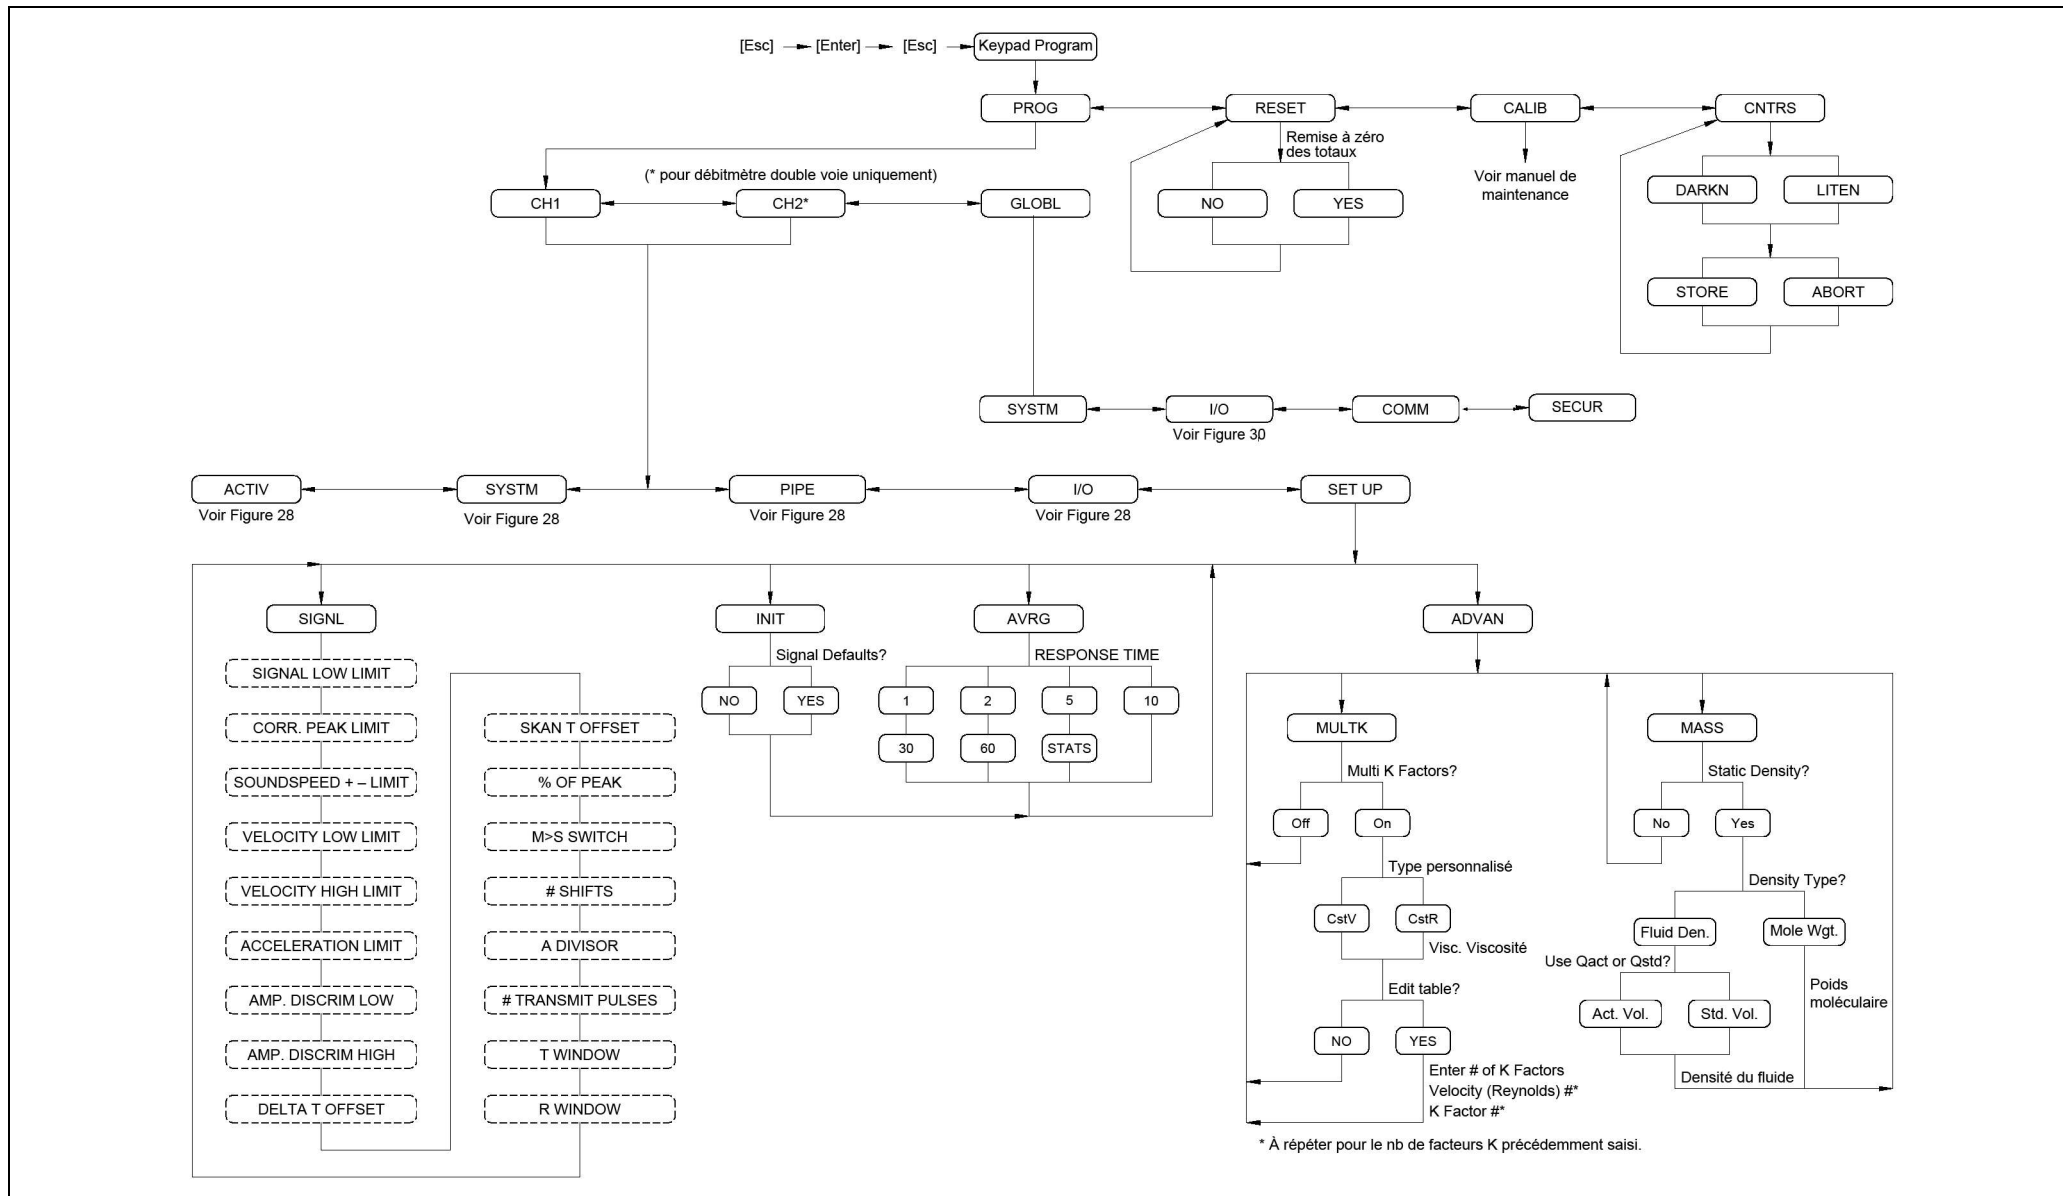

Figure 29: menu PROG > CHx > SETUP
- Figure 29, « "menu PROG > CHx > SETUP" », page 60